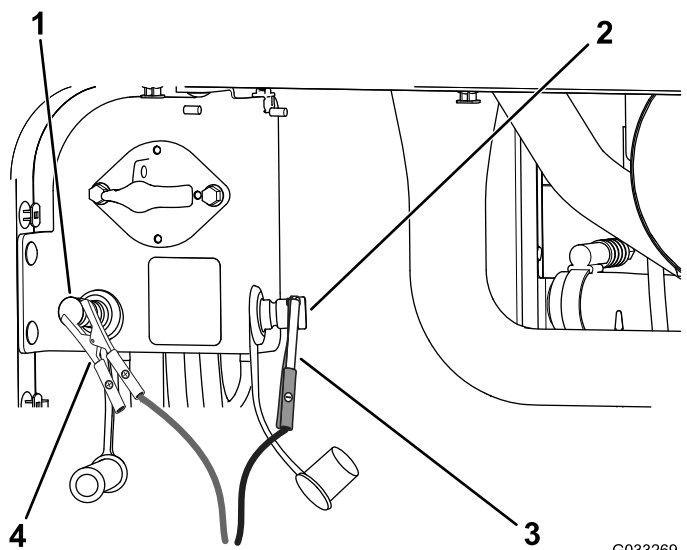

Figura 108
5. Conecte el cable negativo del cargador de la batería al borne negativo de la batería del otro vehículo (Figura 108).
7. Cuando las baterías estén completamente cargadas, desconecte el cargador de la fuente de electricidad, luego desconecte los cables del cargador de los bornes de la batería del otro vehículo (Figura 108).